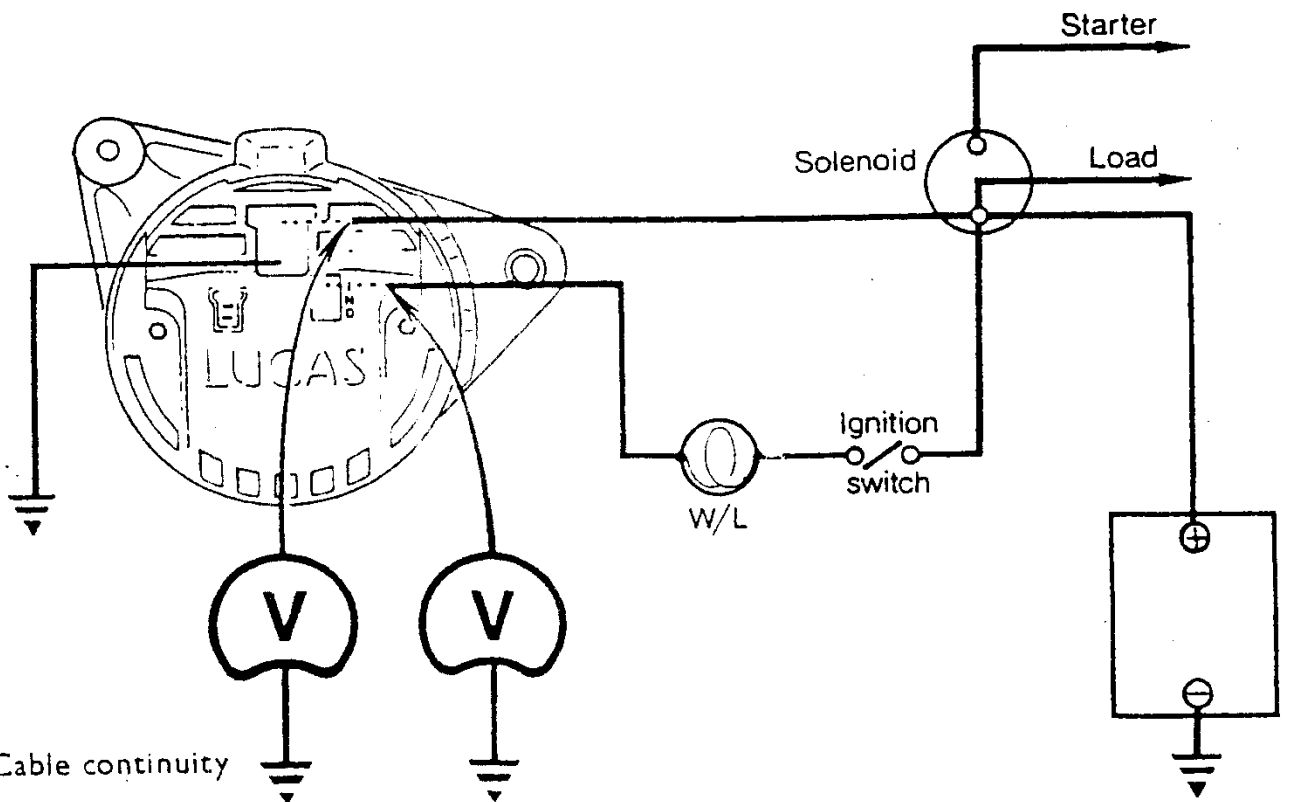

Fig. 78 Cable continuity
(C) Brancher le voltmètre entre une bonne terre et chaque fil déconnecté. Fig. 78.